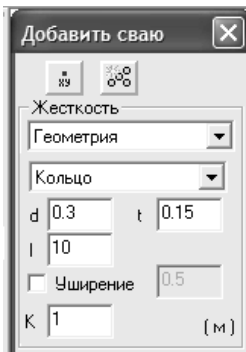

Рис. 2.2. Диалогове вікно
4. Завдання палі: **Схема** \Rightarrow **Добавить элементы** \Rightarrow \Rightarrow **Добавить сваю**. У вікні діалогу **Добавить сваю** задайте параметри, указані на рис. 2.2. Натисніть кнопку  – **Добавить куст свай**. У вікні діалогу **Добавить куст свай** задайте параметри, показані на рис. 2.3.